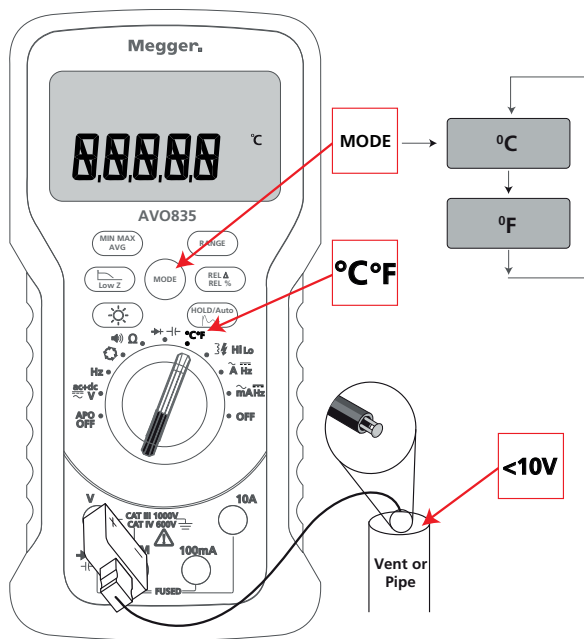

Abb. 10: Einstellen der Temperaturmessung
1. Stellen Sie das Gerät ein, wie in Abb. 10 beschrieben.